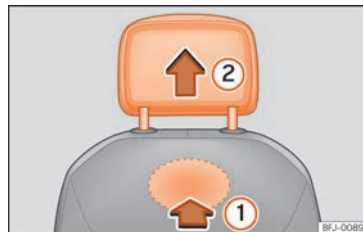

Fig. 109 Appui-tête avant : démontage.
- Pour le déverrouiller, localiser l'évidement à l'arrière du dossier sur la zone marquée et appuyez dans le sens de la flèche » » fig. 109 ①.
- Retirez l'appuie-tête dans la direction de la flèche ②.